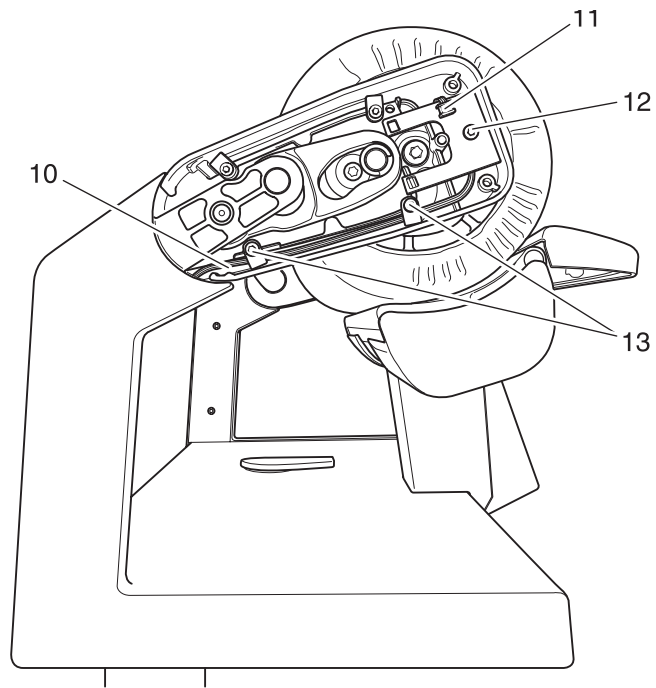

Fig. 5a
- Den Kabelbaum 10 im Kabelkanal des Lagers und Stützarmes verlegen (Fig. 5a).